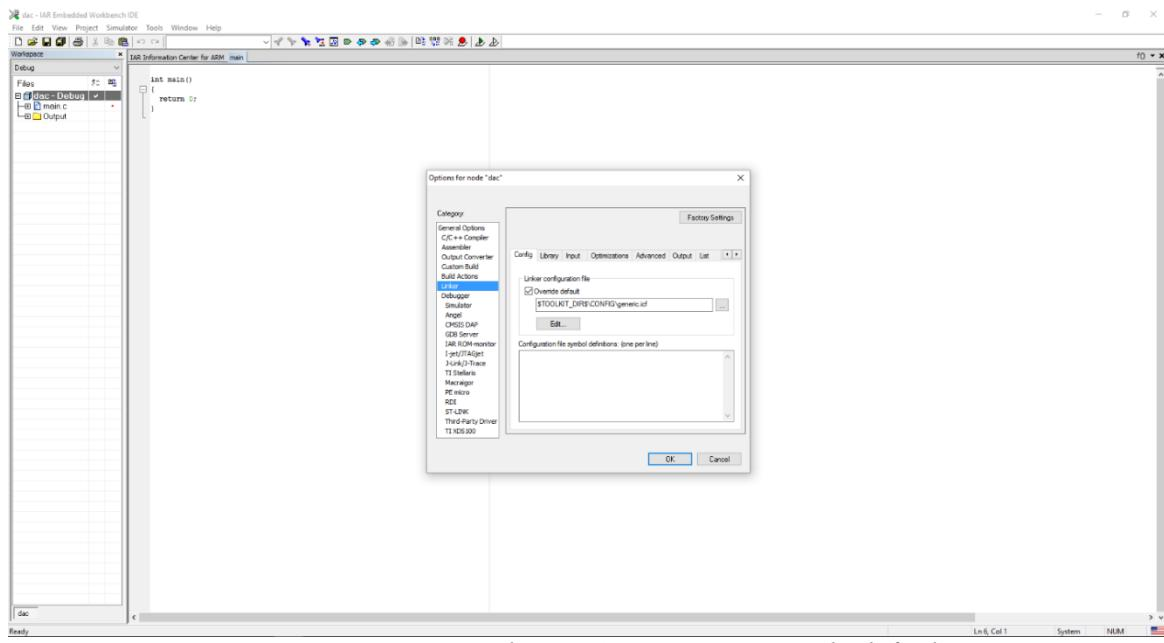

Рис. 1.19. Меню Linker выбор опции Override default
8. Далее нужно перейти в меню *Linker*, где следует выбрать пункт *Override default* и выбрать *Linker* как показано на рис. 1.19 и 1.20.